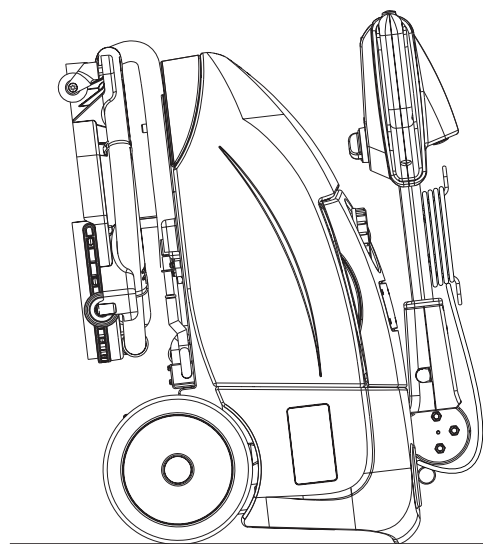

Figura 4
2. Deschideți capacul (4) și deconectați conectorul bateriei (7).
4. Pentru a proteja peria și lamele raclorului, îndoiți bara de ghidare (2) înainte și parcați utilajul în modul indicat în figura 4.